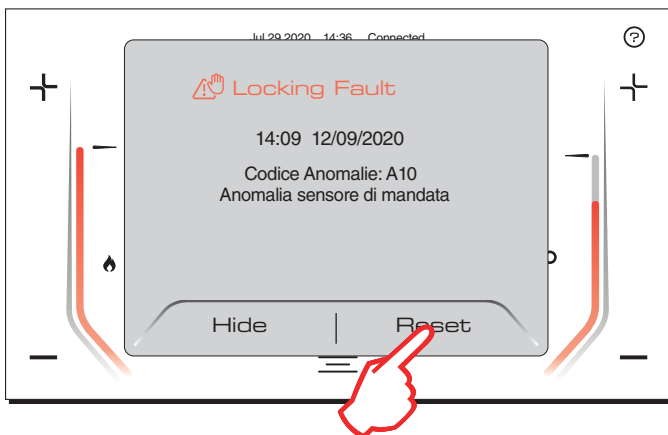

fig. 45
- 1 - Atingând butonul [RESET] când apare un ecran similar cu cel ilustrat în fig. 45.